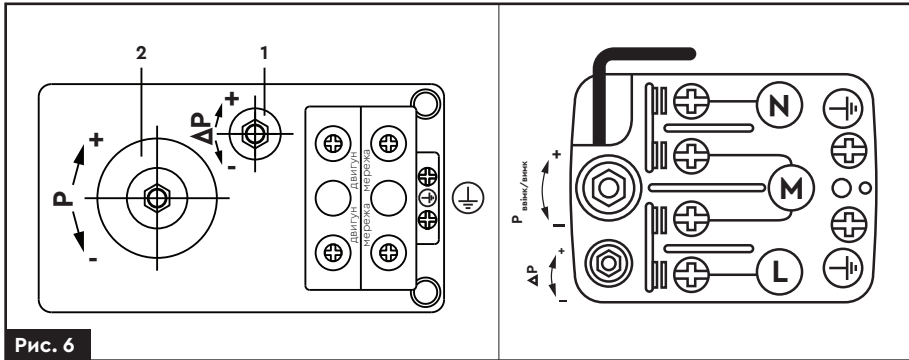

Рис. 6
3. На кришці реле тиску відкрутіть кріпильний пластмасовий гвинт з прямим шліцом і зніміть кришку. Під кришкою розташовані регульовальні гайки на пружинах **(1)** та **(2)** (Рис. 6).
3. Проверніть гайку на пружині **(2)** (Рис. 6) за годинниковою стрілкою. Таким чином, досягається установка більш високої межі відключення насоса по необхідній величині тиску в системі водопостачання.
7. Проверніть гайку **(1)** (Рис. 6) проти годинникової стрілки. Таким чином, збільшується різниця між режимом ввімкнення і вимкнення реле насоса.
Наприклад: при заводських налаштуваннях від 1.4 до 2.8 бар різниця становить 1.4 бар, що є стандартним налаштуванням заводу-виробника. Якщо Ви бажаєте змінити заводські налаштування, наприклад, підняти тиск вимкнення до 3 бар, проверніть гайку **(2)** (Рис. 6) за годинниковою стрілкою. Тиск ввімкнення потрібно встановити на рівні від 1.5 до 2.0 бар, шляхом прокручування проти годинникової стрілки гайки **(1)** (Рис. 6), поки не досягнете різниці між тиском ввімкнення і вимкнення в межах від 1.0 до 1.5 бар.